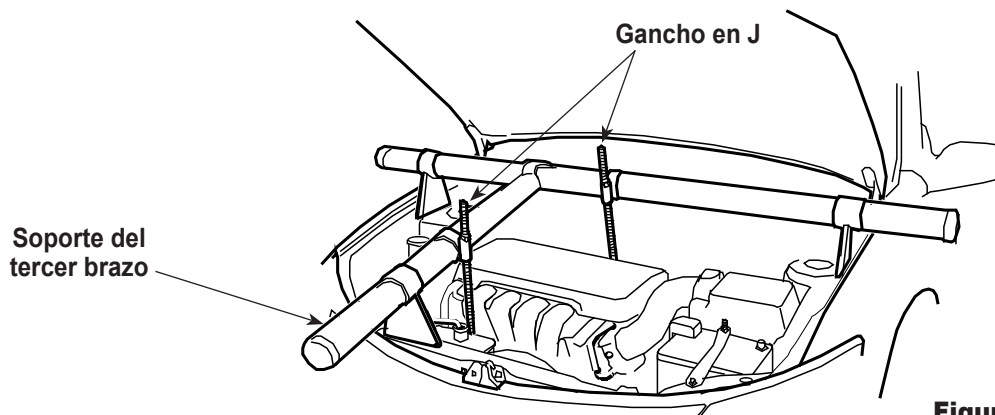

Figura 4
**Si el motor no tiene un soporte angular,** coloque la eslinga alrededor del motor y fíjela a los dos ganchos en J, como se muestra en la Figura 4.